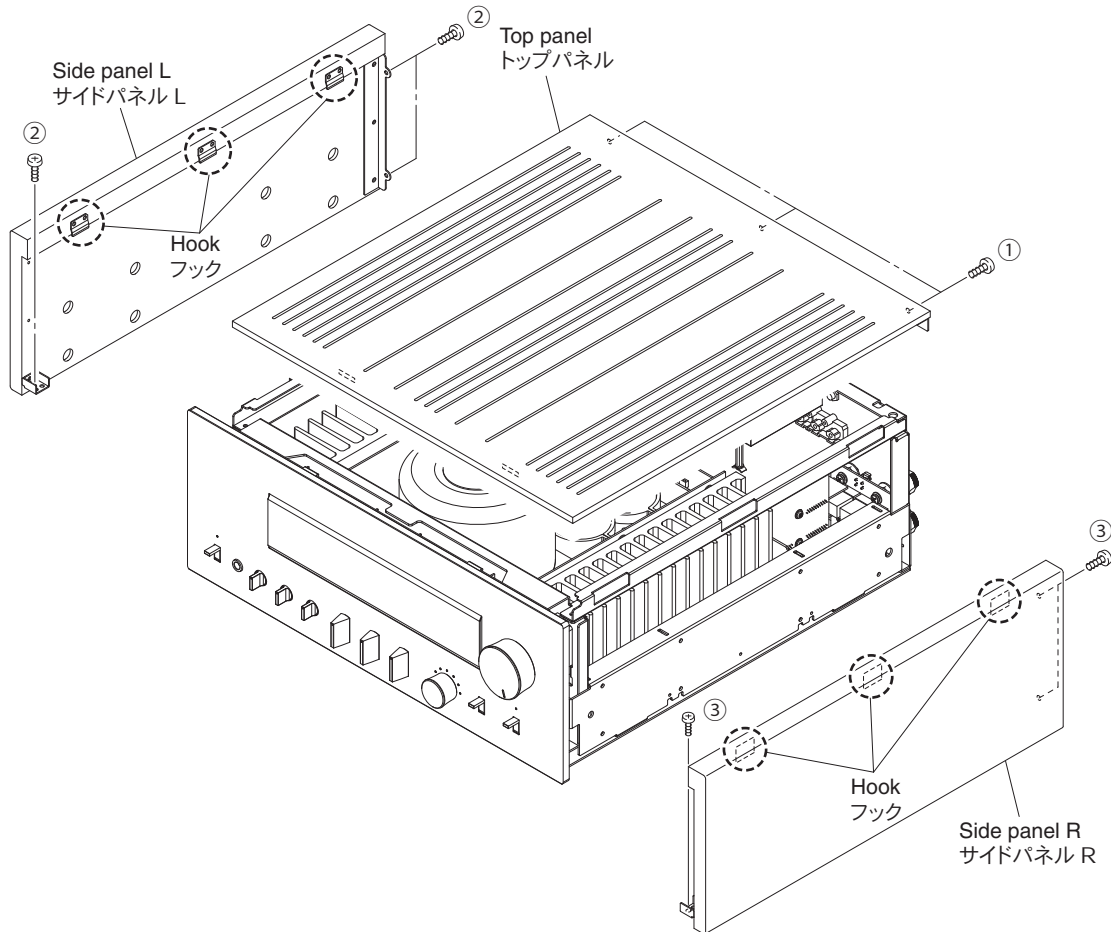

Fig. 1
- a. Remove 3 screws (①). (Fig. 1)
- b. Remove the top panel. (Fig. 1)
- a. ① ネジ 3 本を外します。(Fig. 1)
- b. トップパネルを外します。(Fig. 1)
- a. Remove 3 screws (②). (Fig. 1)
- b. Lift the side panel L a little, release hooks at 3 locations and then remove the side panel L. (Fig. 1)
- c. Remove 3 screws (③). (Fig. 1)
- d. Lift the side panel R a little, release hooks at 3 locations and remove the side panel R. (Fig. 1)
- a. ② のネジ 3 本を外します。(Fig. 1)
- b. サイドパネル L を少し持ち上げ、3ヶ所のフックを外し、サイドパネル L を外します。(Fig. 1)
- c. ③ のネジ 3 本を外します。(Fig. 1)
- d. サイドパネル R を少し持ち上げ、3ヶ所のフックを外し、サイドパネル R を外します。(Fig. 1)